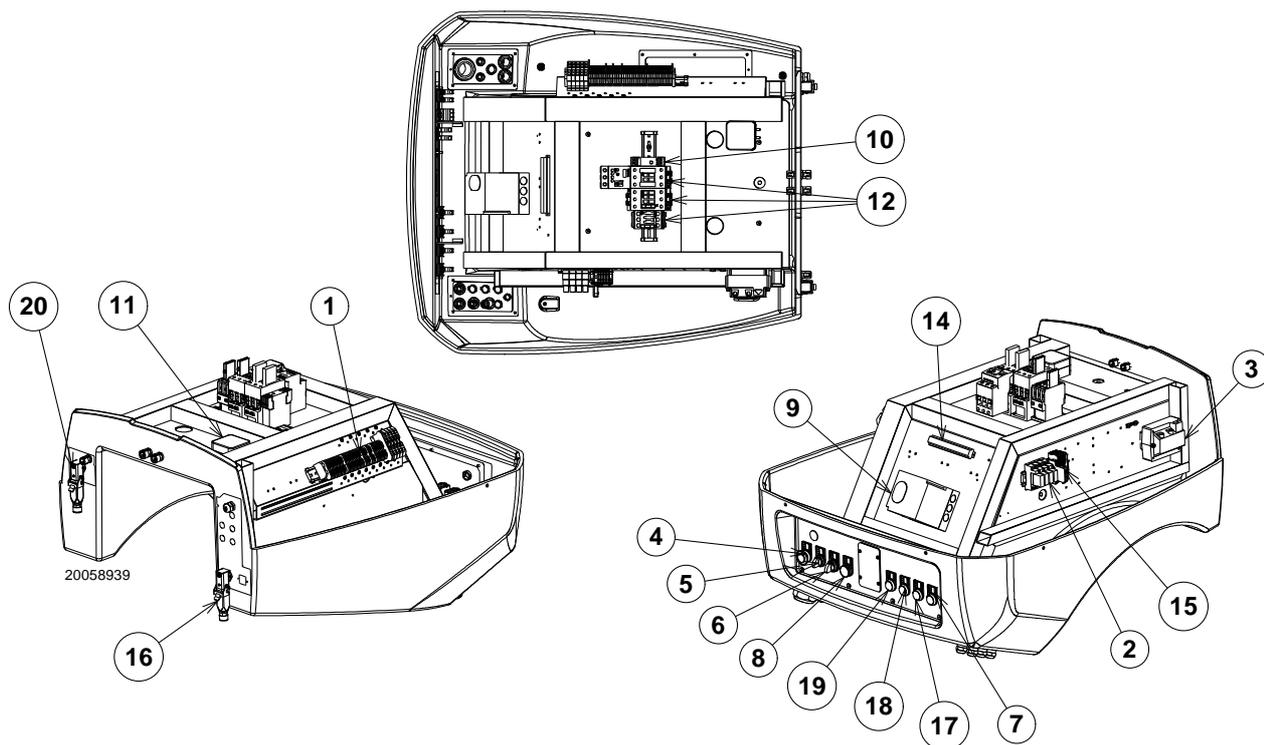

Fig. 5
- **Blocage de la boîte de contrôle:** l'allumage du bouton (LED rouge) de la boîte de contrôle 9 (Fig. 5) et du bouton lumineux 8) indique que le brûleur est bloqué. Pour le débloquer, appuyer sur le bouton 8).